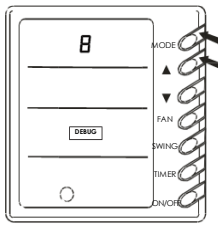

Fig.11
**4.3.14 Impostazione codice di indirizzo del controller via cavo (Fig.11)**
**4.3.14 Set the address code of the wired controller (Fig.11)**